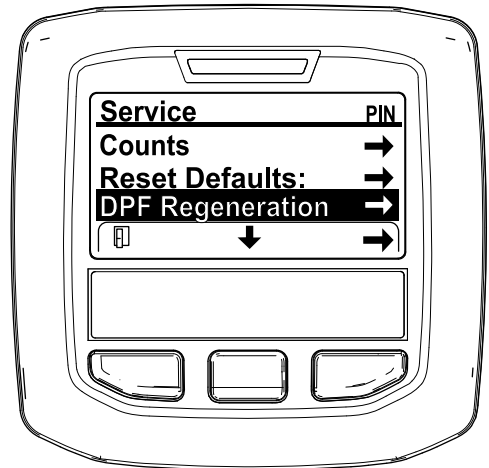

Figura 33
3. En el MENÚ SERVICIO, pulse el botón central hasta que se muestre la opción REGENERACIÓN DEL FPD, y pulse el botón derecho para seleccionar la opción REGENERACIÓN DEL FPD (Figura 33).